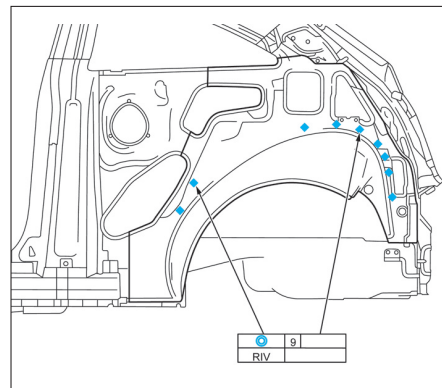

FIG. 87
- Riveter la doublure d'aile arrière (Fig.87).